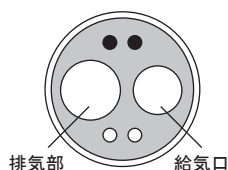

図 7
- 3) ノズルチップを図7の給気口へ挿し込み、モータを押さえて、排気部よりオイルが出るまで2～3秒スプレーします。
- 2) 図7の給気口へタービン用オイルを1～2滴注油します。